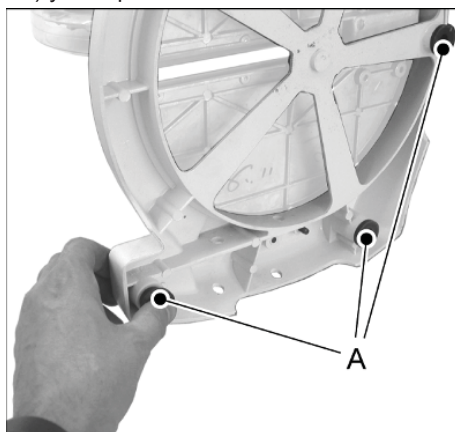

Рис. 3
- Вставте 5 гумових підкладок (A, Рис. 3) у отвори.